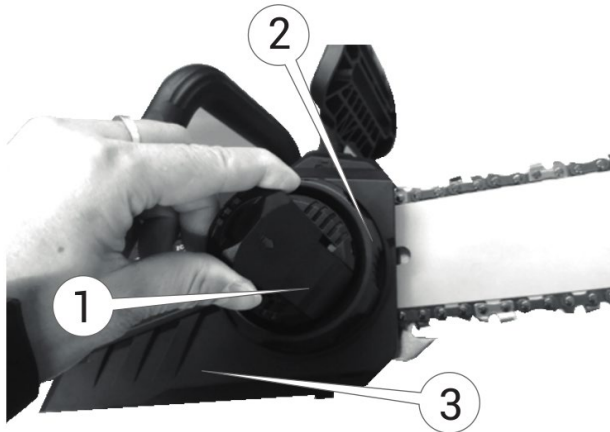

Рисунок 5. Схема вузла фіксації «шини» кришкою із механізмом натягування ланцюга.
3. Відкрутити фіксатор (1, рис. 5) кришки (3, рис. 5) кріплення «шини».
4. Демонтувати кришку (3, рис. 5) кріплення «шини».
9. Посунути рукою «шину» вперед, щоб ланцюг трішки натягнувся та встановити кришку (3, рис. 5) кріплення «шини».
10. Закрутити фіксатор (1, рис. 5) кріплення кришки напрямної, не затягуючи його та перейти до розділів регулювання/перевірки натягу ланцюга.